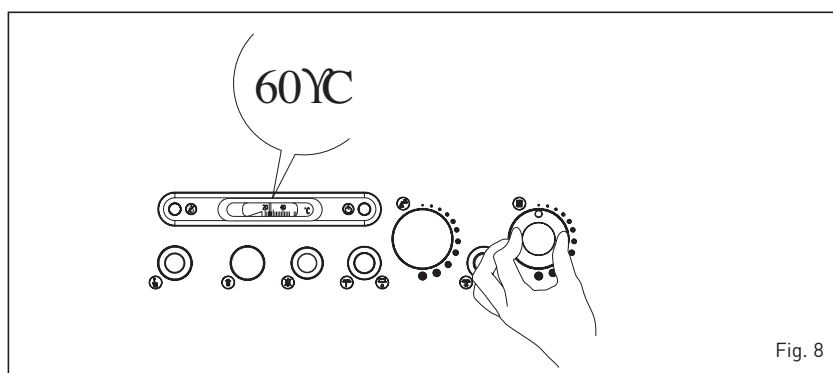

Fig. 8
3.2.2 Impostazione temperatura caldaia (fig. 8)